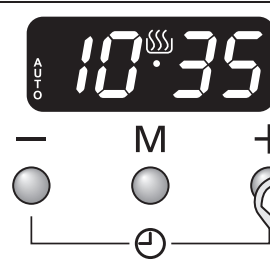

Fig. 5.5
2. Välj "stopptid" med knapparna [+] eller [-]. Displayen visar den aktuella tiden tillsammans med symbolerna AUTO och tillagning [🔥] (Fig. 5.5).